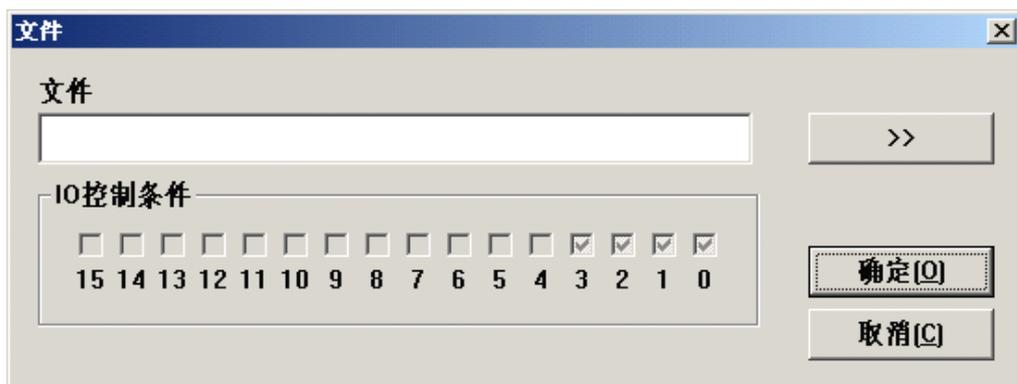

图 8-41
**增加：**添加标刻文档，点击后显示文件界面，图 8-41。选择文件后设置 IO 控制条件。当板卡检测相应的输入信号时标刻此文件。
如果需要软件接受信号为脉冲信号，则要在开始标刻端口中设置不属于 IO 控制条件的输入端口。即在图 8-41 中 IO 控制条件为 0-3，则开始标刻端口要设除了 0-3 以外的其他端口，如端口 6。点击标刻后，标刻界面如下图 8-44。同时给开始标刻信号和控制条件信号，标刻相应的文档一次。